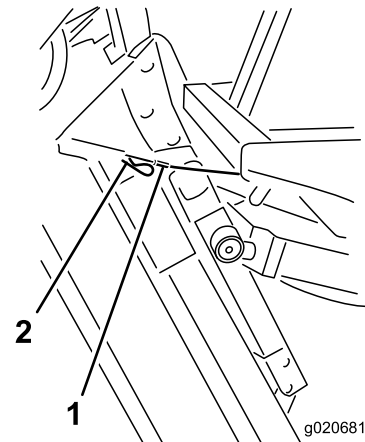

Figure 81
6. Tout en maintenant le plateau à la verticale, placez l'extrémité du câble sur l'axe du bras de levage et fixez-le en position à l'aide de la goupille fendue (Figure 81).